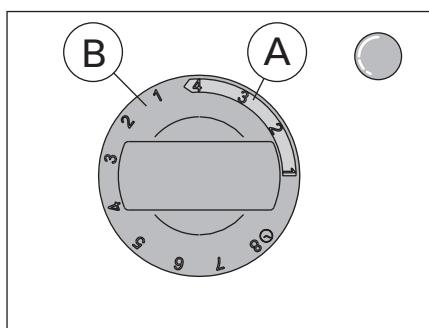

Рисунок 2. Переключатель таймера
- Поверните переключатель таймера в положение «Включено» (шкала А на рис. 2, 0–4 часа). Каменка немедленно начнет нагреваться.
- Поверните переключатель таймера в положение «Задержка включения» (шкала В на рис. 2, 0–8 часов). Каменка начнет нагреваться, когда таймер переведет переключатель в положение «Включено».